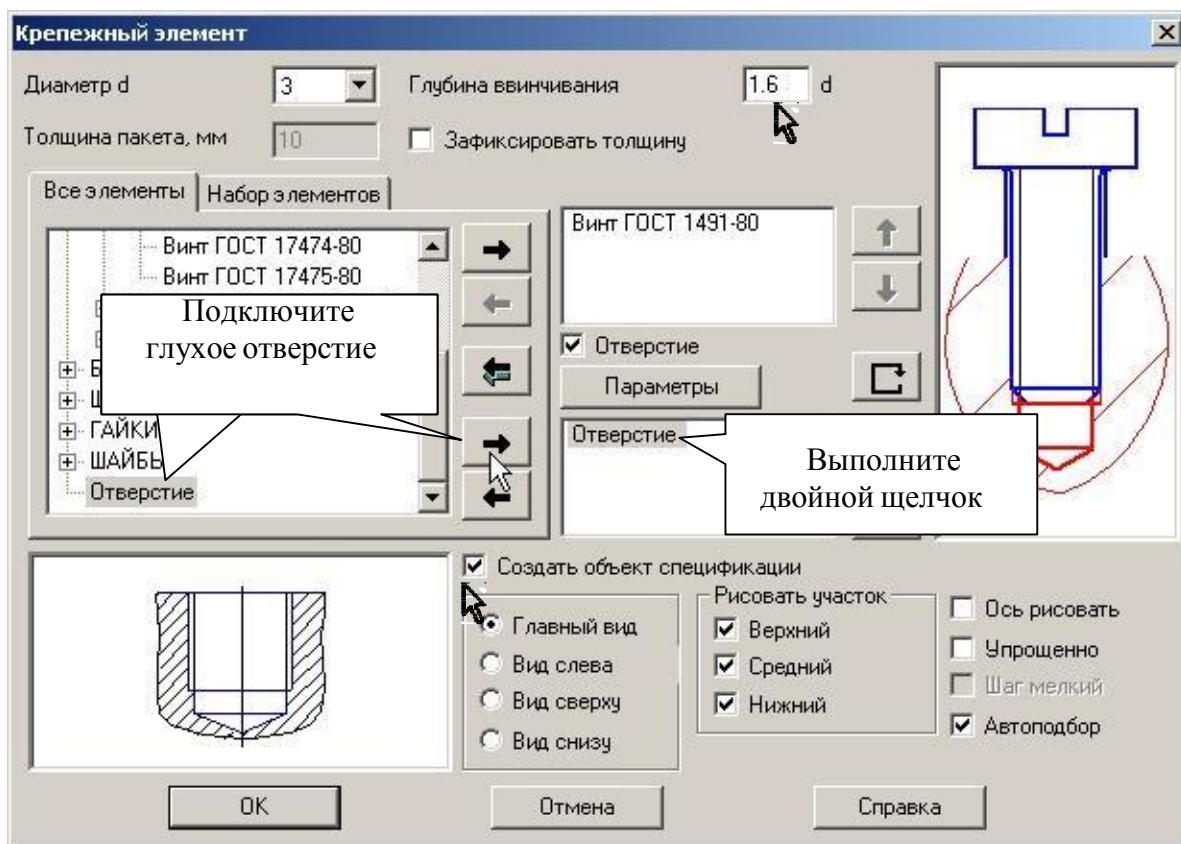
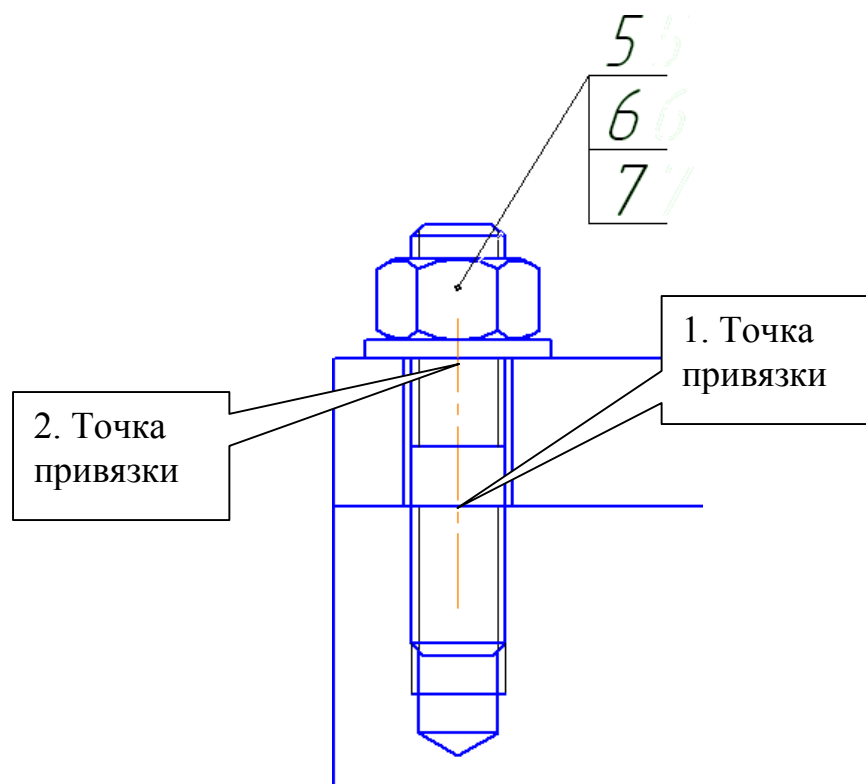

Рис. 19
Рис. 23
2) Для выполнения винтового соединения включите команду **Крепежный элемент**, выберите винт соответствующего стандарта, установите значение диаметра «3». Подключите глухое отверстие, переместив его вниз, рис. 19. Установите глубину ввинчивания «1,6».
3) Выполните шпильчное соединение. Включите команду **Крепежный элемент**. Выберите шпильку указанного стандарта (шпилька данного стандарта вворачивается в деталь, изготовленную из чугуна). Проставьте диаметр шпильки «12». Подключите глухое отверстие и удалите вырыв так же, как и для винтового соединения, рис. 19, 20. Проставьте маркеры на командах **Отверстие**, **Создать объект спецификации**, **Автоподбор**, отключите маркер у команды **Ось рисовать**, рис. 22. Зафиксируйте точки привязки на чертеже, рис. 23. Проставьте номера позиций аналогично простановке номеров позиций в болтовом соединении.